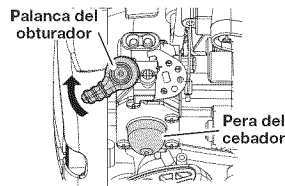

Fig. 9
- Oprima y suelte despacio por completo la pera del cebador 10 veces. Deberá verse alguna cantidad de combustible en la pera del cebador y en las tuberías de combustible (Fig. 9). Si no se ve combustible en la pera, oprima y suelte la pera hasta que se vea el combustible.
- Dé vuelta a la palanca del obturador en sentido de las agujas del reloj hasta que encaje en su lugar (Fig. 9).
- Oprima y suelte despacio por completo la pera del cebador 10 veces. Deberá verse alguna cantidad de combustible en la pera del cebador (Fig. 9). Si no se ve combustible en la pera, oprima y suelte la pera hasta que se vea el combustible.